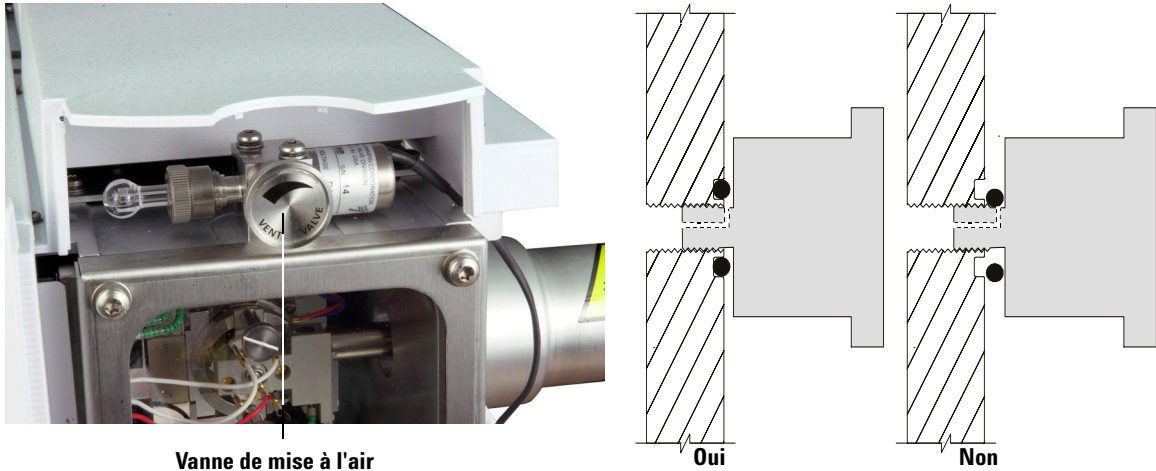

Figure 20 Mise à l'air du DDM
- 6 Tourner le bouton de la vanne de mise à l'air (Figure 20) dans le sens inverse des aiguilles d'une montre de *seulement* 3/4 de tour ou jusqu'à ce que le sifflement de l'air qui pénètre dans l'enceinte de l'analyseur se fasse entendre.